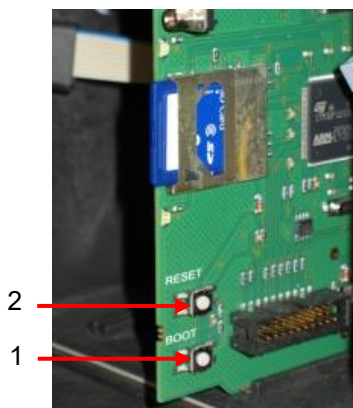

Figura 30
* Para saber a posição dos LED, ver a Figura 30 na placa de controlo.